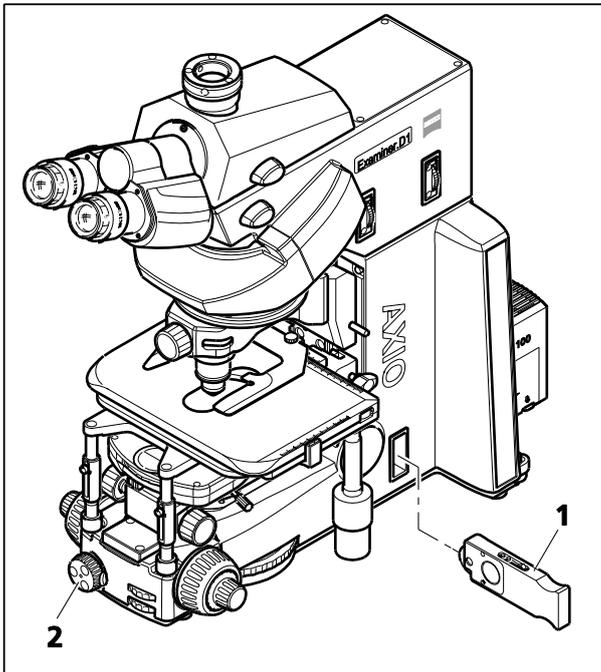

图 4-7 插入分段式止挡滑块
- 将分段式止挡滑块 (图 4-7/1) 插入显微镜下部，直至锁定到位。
- 使用主机架上的控制转轮 (图 4-7/2) 将止挡的槽段旋转到所需位置。